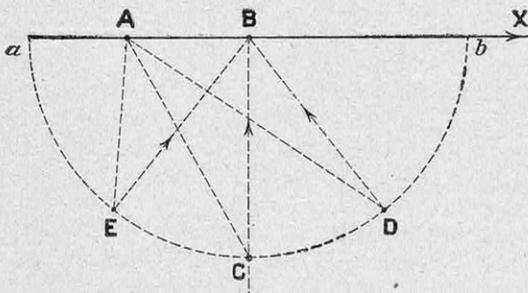

FIG. 3. — LES DIFFÉRENTES POSITIONS DE LANCEMENT D'UNE TORPILLE
Représentons un navire en *A* (fig. 3), sa route par *AX*, à une vitesse déterminée, par exemple 20 nœuds, soit 10 mètres à la seconde (1).